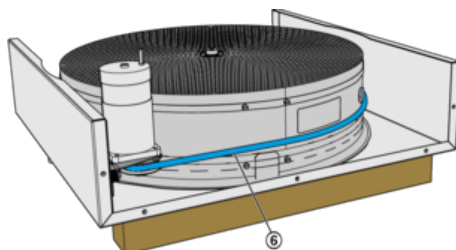

Abb. 48: RWT mit Rundriemen
9. ▶ Zum Austausch den vorhandenen Riemen (*Abb. 48/6*) abschneiden